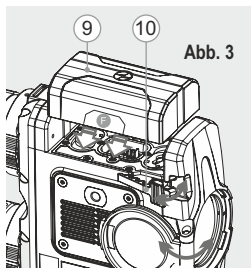

Abb. 3
- Heben Sie den Griffhebel (10) auf.
- Setzen Sie die Batterie (9) in den entsprechenden Steckplatz im Gehäuse des Gerätes so ein, dass das Element **F** (s. Abb. 3) unten liegt. Machen Sie die Batterie fest, indem Sie den Griffhebel nach unten klappen.